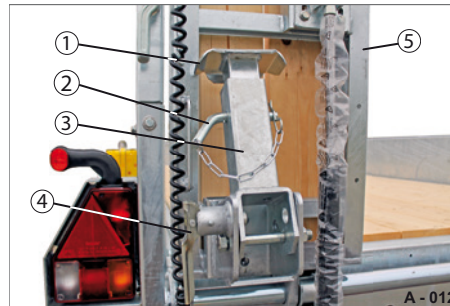
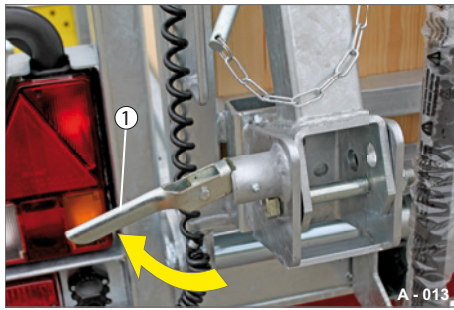

Abb. 2 Klappstütze in Fahrstellung
Abb. 3 Klappstütze ausklappen
- ▶ Ziehen Sie am Federriegel (Abb. 3/1). Die Klappstütze (Abb. 2/3) ist entriegelt.